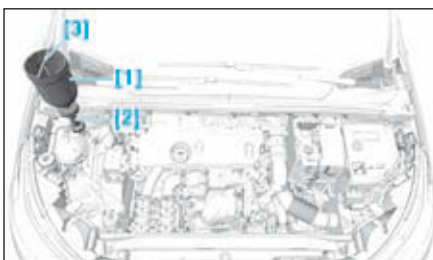

FIG.22
- Mettre en place les outils [1] et [2] sur l'orifice de remplissage du vase d'expansion (Fig.22).